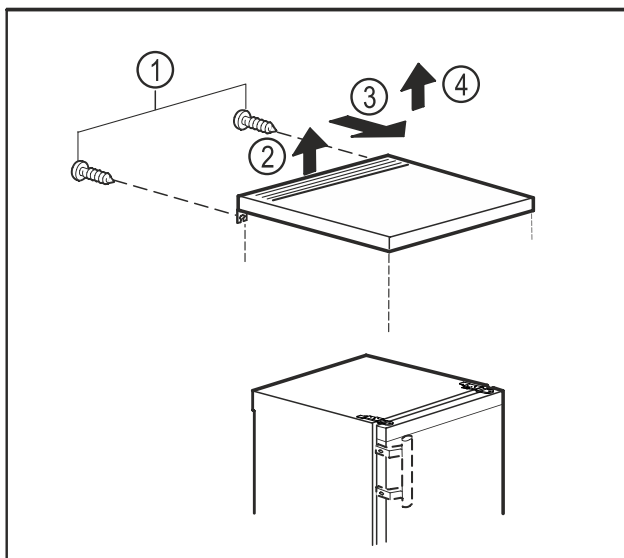

Fig. 6
- ▶ Távolítsa el a csavarokat a hátoldalon. Fig. 6 (1)
- ▶ Emelje meg az asztallap hátulját. Fig. 6 (2)
- ▶ Tolja előre az asztallapot. Fig. 6 (3)
- ▶ Emelje le felfelé az asztallapot. Fig. 6 (4)